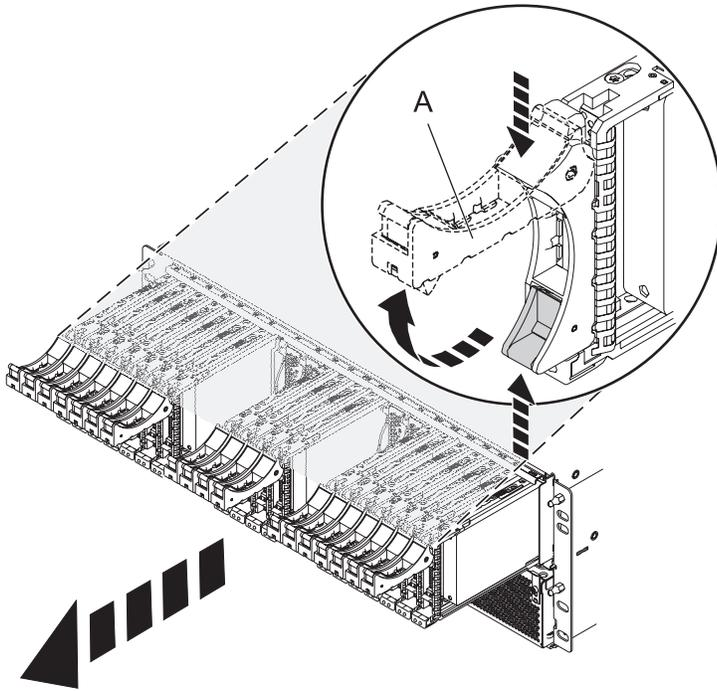

Figure 1. Retrait des unités de disques du fond de panier
8. Retirez les unités de disques et les obturateurs du fond de panier de l'unité d'extension 5802, comme indiqué dans la figure 1, à la page 4.